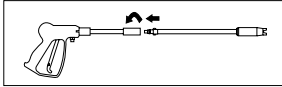

Figure 3 - Branchement de Pistolet/Lance
1. Introduire la lance dans le pistolet et tourner au sens des aiguilles d'une montre à l'arrêt positif tel qu'indiqué sur la Figure 3.